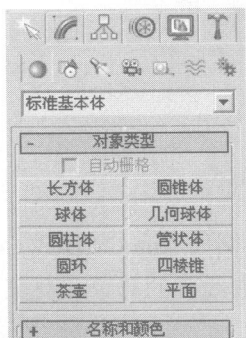

图 1-5 进入“几何体”次面板
① 首先打开 3ds max 9.0，创建一个新的文件。进入 “创建”面板下的 “几何体”次面板，在该面板的下拉式选项栏内选择“标准几何体”选项，如图 1-5 所示。